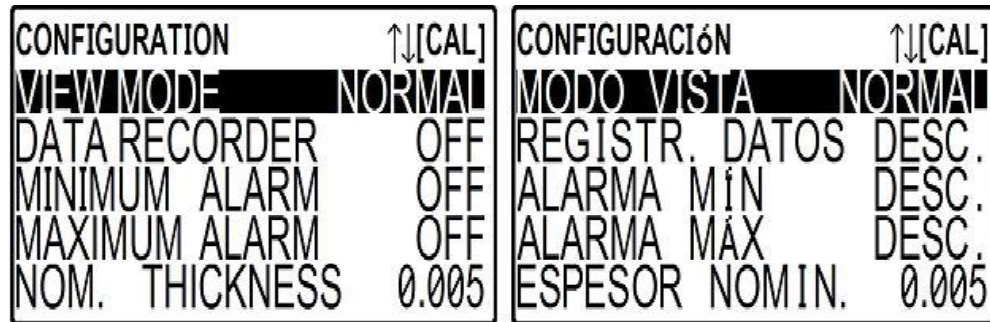

Figura 5: Pantalla de “CONFIGURACIÓN” (CONFIGURATION).
- a) Presione la tecla , después de activar el archivo de “PREPARACIÓN SONDA” (PROBE SETUP) para el transductor conectado; entonces la pantalla aparecerá como se muestra en la Figura 5. Ahora ha entrado a la pantalla de “CONFIGURACIÓN” (CONFIGURATION) del instrumento, en la cual se puede programar una variedad de parámetros de operación